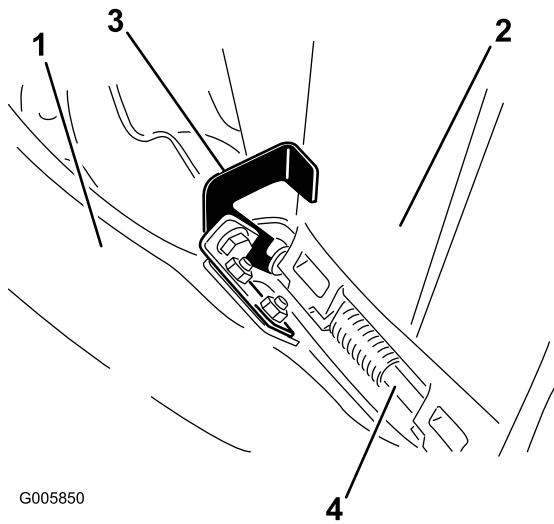

Bild 21
- Haken Sie oben am Auswurfkanal den hakenförmigen Riegel um die Gelenkstange am Ablenkblech, siehe (Bild 21).